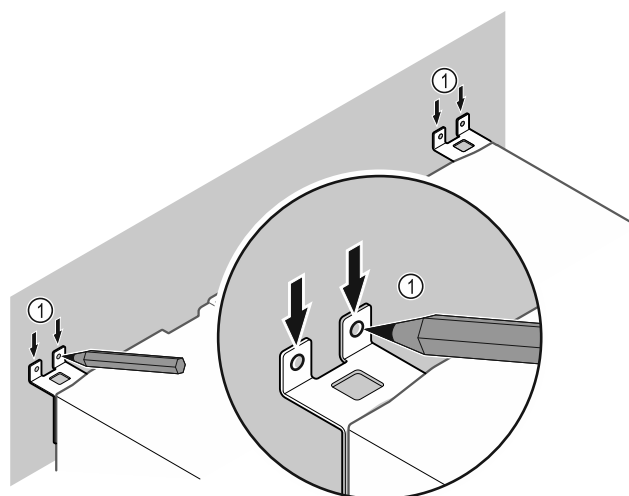

Fig. 11
- Anbring markeringerne på væggen Fig. 11 (1).